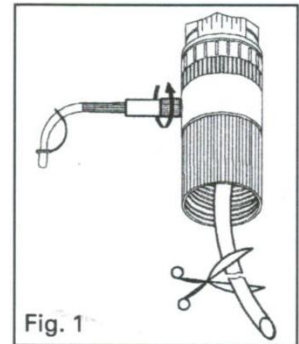

Fig. 1
デリバリージェット⑬とフィードチューブ⑨を本体に取り付けてください。図1のように必要に応じて、フィードチューブの長さをカットし調節してください。ボトルに合うボトルネックアダプターを選択し、ディスペンサーをボトルに取り付けてください。ボトル用のスタンドも別途ご用意しております。ボトルの安定感が悪い場合は、スタンドをご利用ください。